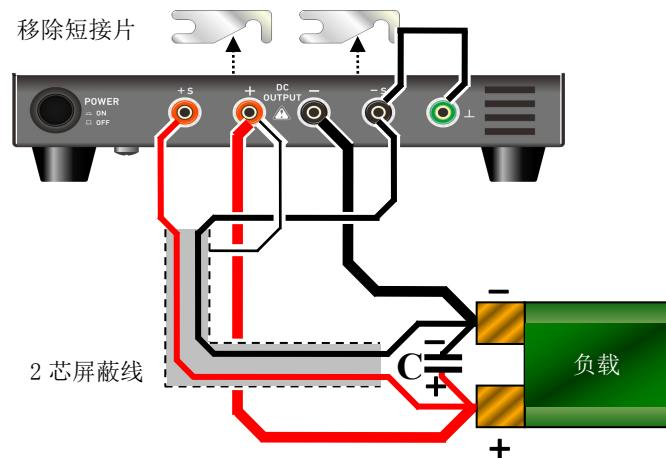
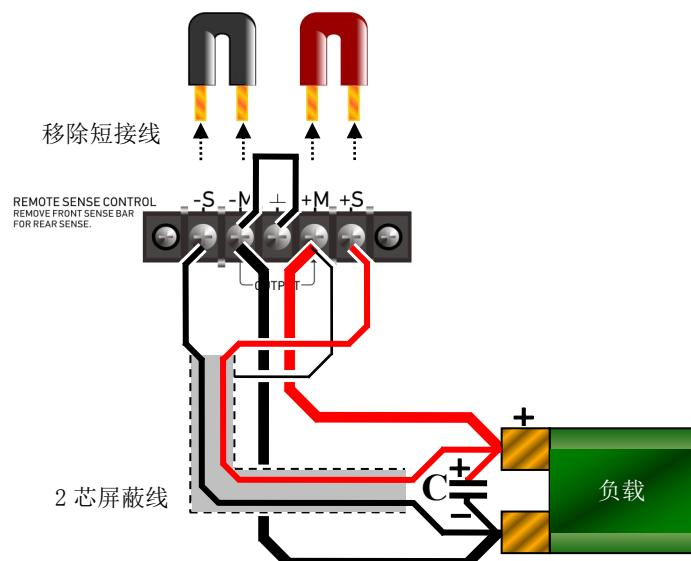

图 4-6 前面远端补偿接线图
图 4-7 后面远端补偿接线图
2. 如图 4-6 和 4-7, 移开探测端子的短接线。
使用前端子进行输出时, 按照图 4-6 进行接线。使用后端子进行输出时, 按照图 4-7 进行接线。